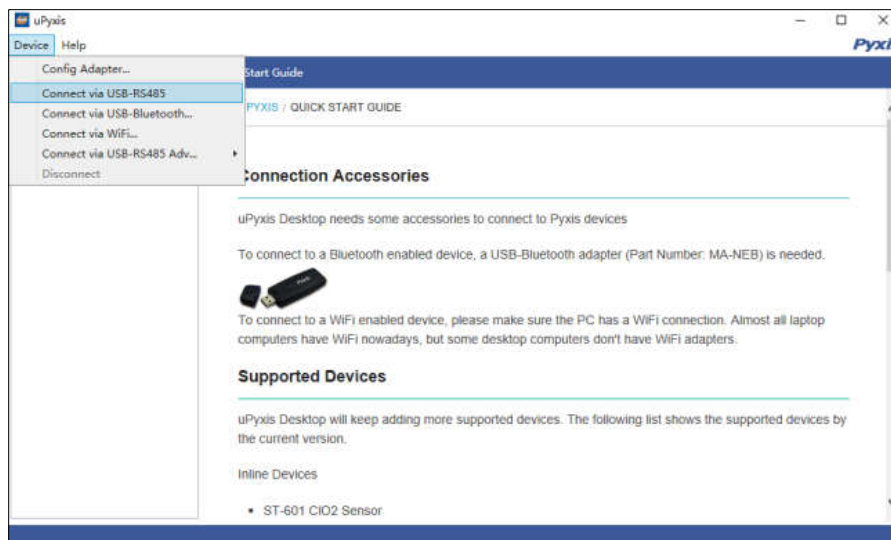

图 9 连接选项
- 3) 选择通过 USB-RS485 连接，如图 9 所示